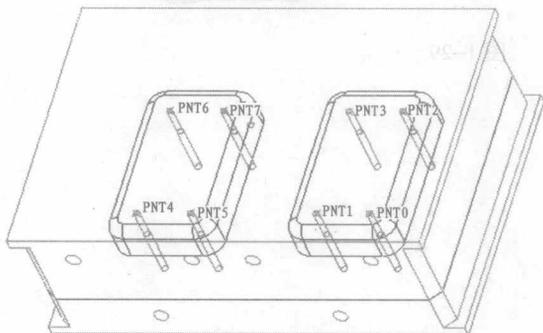

图 1-26
3. 切换至模具窗口, 在模具菜单中依次点击“特征>型腔组件>模具>顶针孔>在点上>完成”, 点击 \square 按钮显示所有基准点, 按住 Ctrl 键, 选择上一步创建的 8 个基准点, “确定>完成”, 选择工件底面作为放置平面, 系统弹出“相交元件”对话框, 在绘图区域选取“动模”作为相交元件, 输入交集直径值“3”(即顶针孔的大小), 点击鼠标中键确认, 再点击“相交元件”对话框中的“确定”按钮, 按鼠标中键接受沉孔直径 3.6, 输入沉孔深度“30”, 点击 \square 按钮确认, 再点击“推钉孔”对话框中的“确定”按钮, 完成顶针孔的绘制, 效果如图 1-26 所示。